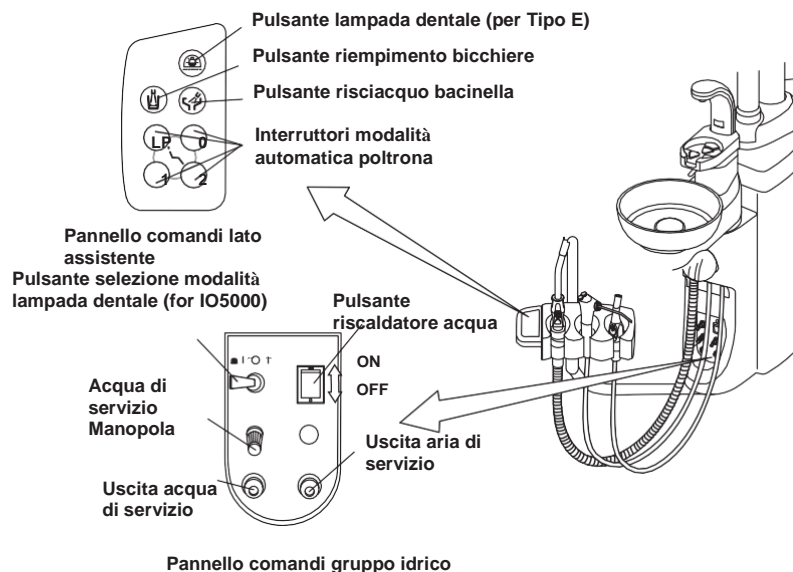

Fig.3-19 Pannello comandi lato assistente e Pannello comandi gruppo idrico
(1) Pannello comandi lato assistente (Fig.3-19)
(2) Pannello comandi gruppo idrico (Fig.3-19)
B. Pulsante riscaldatore acqua (Fig.3-19)
C. Uscita acqua di servizio (Fig.3-19)
D. Manopola di controllo uscita acqua di servizio (Fig.3-19)
E. Uscita aria di servizio (Optional) (Fig.3-19)